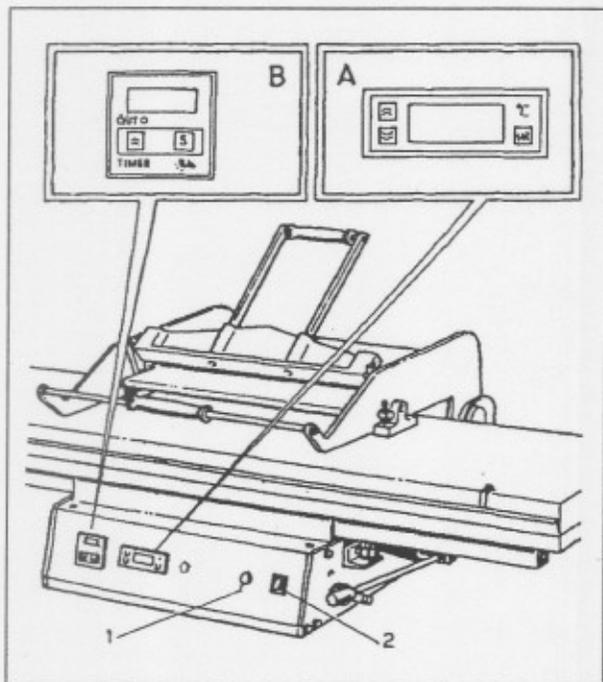

Fig. 4
- Commutare gli interruttori su ON (Fig. 4 Pos.1).
12.1 Regolazione temperatura (Fig. 4 riquadro A)
12.2 Regolazione tempo (Fig. 4 riquadro B)
- Turn on the main switch (Thermo-contactor) to ON (Bild. 4 Set.1).
12.1 Set working temperature (Bild. 4 Pos. A)
12.2 Set working time (Bild. 4 Pos. B)
- Commuter l'interrupteur général (Magnétothermique) sur ON (Fig. 4 Pos. 1).
12.1 Réglage de la température (Fig. 4 Position A)
12.2 Réglage du temps (Fig. 4 Position B)
- Thermo-Hauptschalter auf ON schalten (Abb. 4 Pos. 1).
12.1 Einstellung der Temperatur (Abb. 4 Schriftfeld A)
12.2 Einstellung der Zeit (Abb. 4 Schriftfeld B)